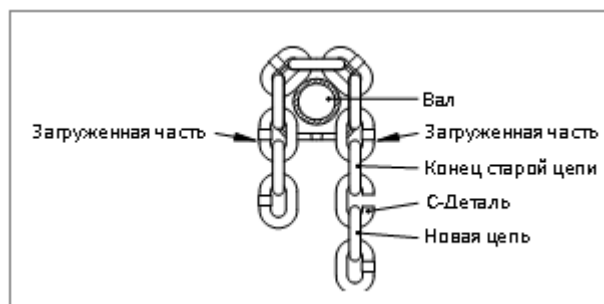

Рис. 7
**Одножильная цепь** - Ослабьте болт и снимите наконечник (якорь) цепи. На последний элемент цепи вставьте С-деталь (рис. 7). Цепь спускайте, пока не появится часть новой цепи. На последний элемент закрепите наконечник. На другой конец цепи закрепите крюк. Проверьте положение цепи.
**Двухжильная цепь** - снимите болт и наконечник цепи. За последнее звено закрепите С деталь (рис. 7). Проведите опускание до тех пор, пока конец новой цепи целиком не высунется. За последнее звено цепи закрепите болтом концевой держатель. Высунутый конец просуньте через ролик в обойме, оденьте на стержень и закрепите шплинтом.